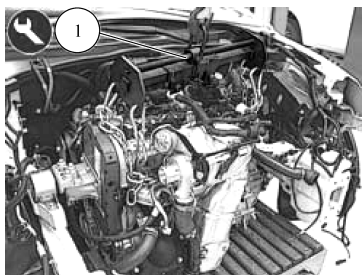

图 4-19 安装发动机吊具
- 41) 使用液压启闭机和连接到安装支架的工具 1 支承动力装置, 如图 4-19 所示。